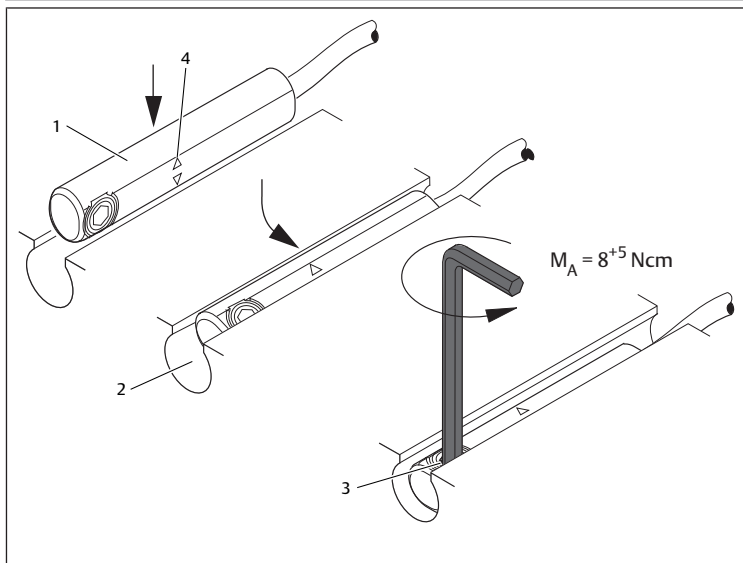

Fig. 1: Montaggio del sensore
Ved. → Fig. 1
4. Inserire il sensore (1) dall'alto nella scanalatura a C (2) e spingerlo nella scanalatura a C finché entrambi i LED non si accendono contemporaneamente e serrare la vite di fissaggio (3). Coppia di serraggio: $MA = 8^{+5}$ Ncm. Ved. → Fig. 1.